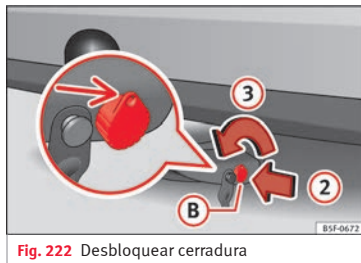

Fig. 222 Desbloquear cerradura
- Introduzca la llave (B) en la cerradura en sentido de la flecha (2) » » » **fig. 222.**
- Gire la llave en el sentido de la flecha (3) de la manera, que la parte agujereada de la llave se muestra hacia arriba.